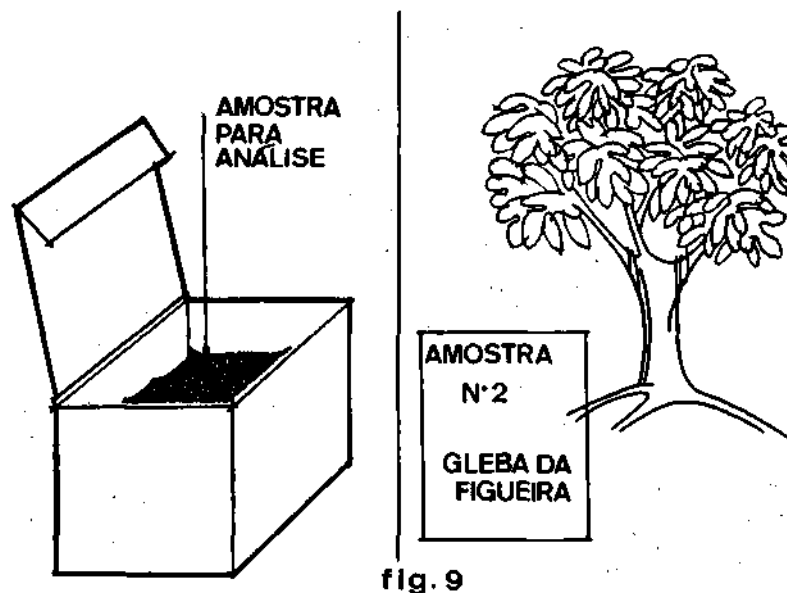

fig. 9
a) Ponha mais ou menos meio quilo da amostra composta de terra numa caixinha de cartolina ou num saquinho plástico (fig. 9).